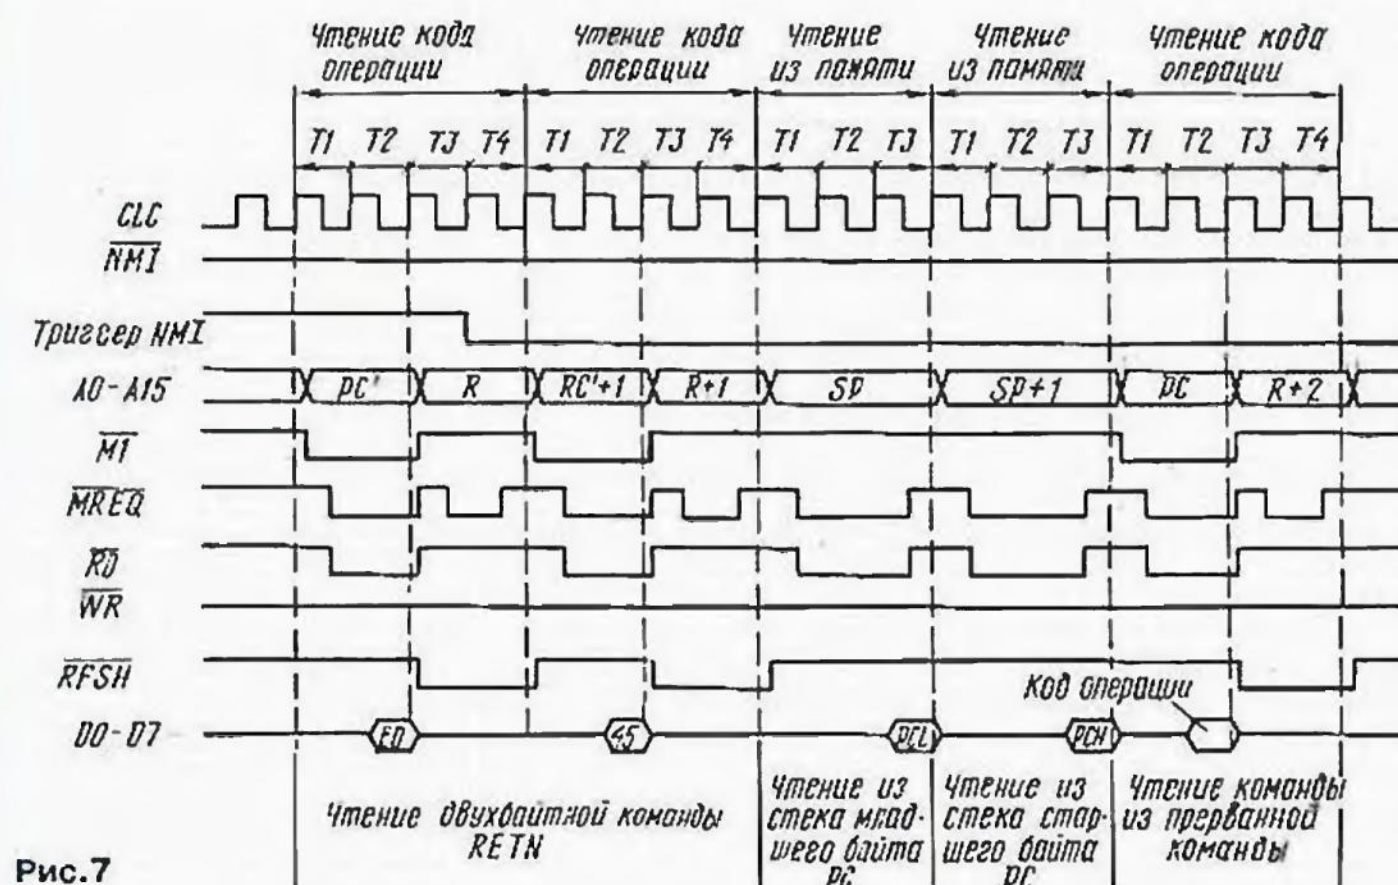

Рис. 7
Возврат из подпрограммы обработки NMI осуществляется по команде RET N (код ED45H). После ее выполнения (см. рис. 7) автоматически восстанавливается состояние маскируемого прерывания, и за два цикла чтения информации из стека (SP) считываются младший (PCL) и старший (PCH) байты счетчика команд (PC), благодаря чему происходит возврат в прерванную программу.